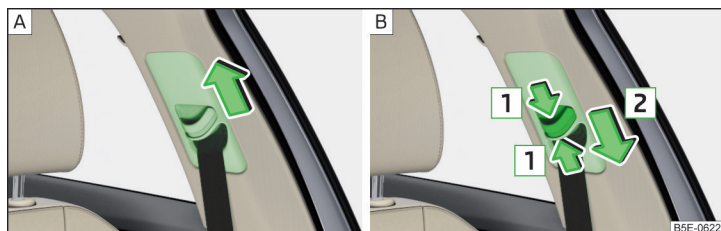

Fig. 5 Ajuste en altura del cinturón para los asientos delanteros
- » Desplazar la guía **hacia arriba** en sentido de la flecha » fig. 5 - A.
- » **O bien:** Comprimir el seguro en el sentido de la flecha **1** y desplazar la guía **hacia abajo** en el sentido de la flecha **2** verschieben » fig. 5 - B.